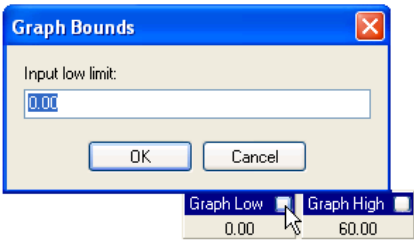

图 145 图形限值设置。
6. 如需设置，点击对应 “Graph Low” 或 “Graph High” 标题栏白色方框，配置柱状图显示上下限值（图 145）。